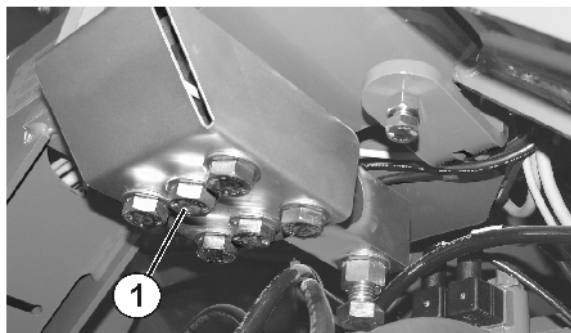

Fig. 92
- 6 Schrauben der Wiegezelle (Fig. 92/1)